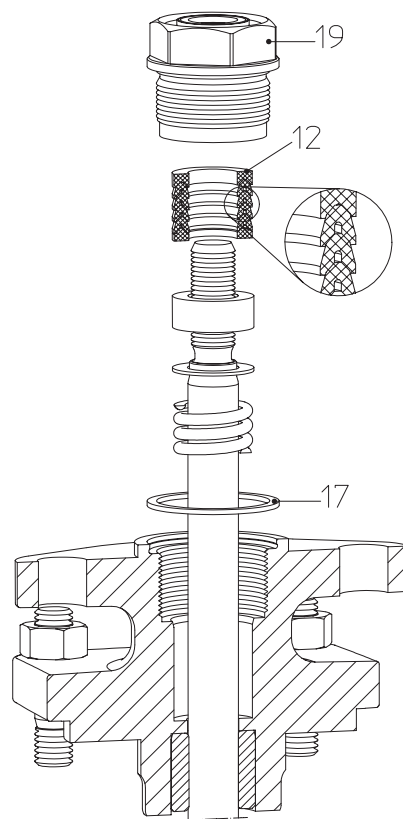

Fig 12: Montering manschettätningar DN15-150
- Vid demontering/montering av manschettätningen (pos 12) skall delarnas ordningsföljd och inbyggnadsposition beaktas (se fig 12).
- Tätning (pos 17) måste bytas ut.